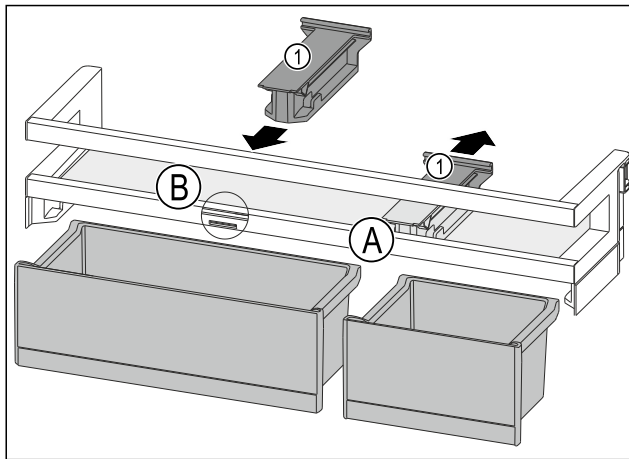

Fig. 188
- Tirare l'elemento di tenuta Fig. 188 (1) all'indietro per portarlo in posizione Fig. 188 (A).
- Inserire l'elemento di tenuta Fig. 188 (1) in posizione Fig. 188 (B).